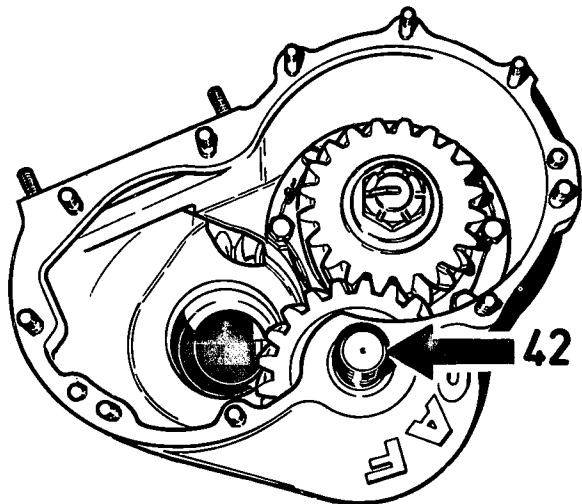

Fig. 2
4. Breng de tussenas (42) en de borgspie (43) aan (fig. 2).